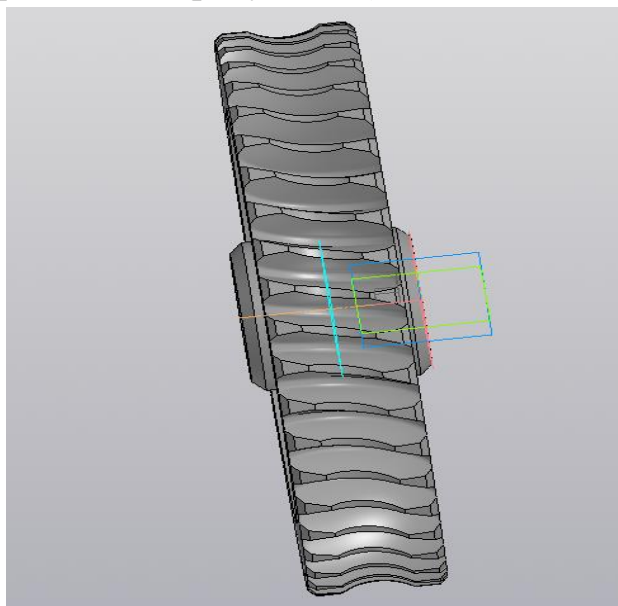

Рисунок 52 - Создание дополнительной плоскости
- Для создания плоскости симметрии колеса на панели инструментов *Вспомогательные объекты* выберите команду *Смещенная плоскость*. В окне модели выберите стандартную плоскость ZY, а в окне параметры введите расстояние 35 мм и выберите необходимое направление смещения. Нажмите кнопку *Создать* . Появится дополнительная плоскость, совпадающая с плоскостью симметрии колеса (рисунок 52).